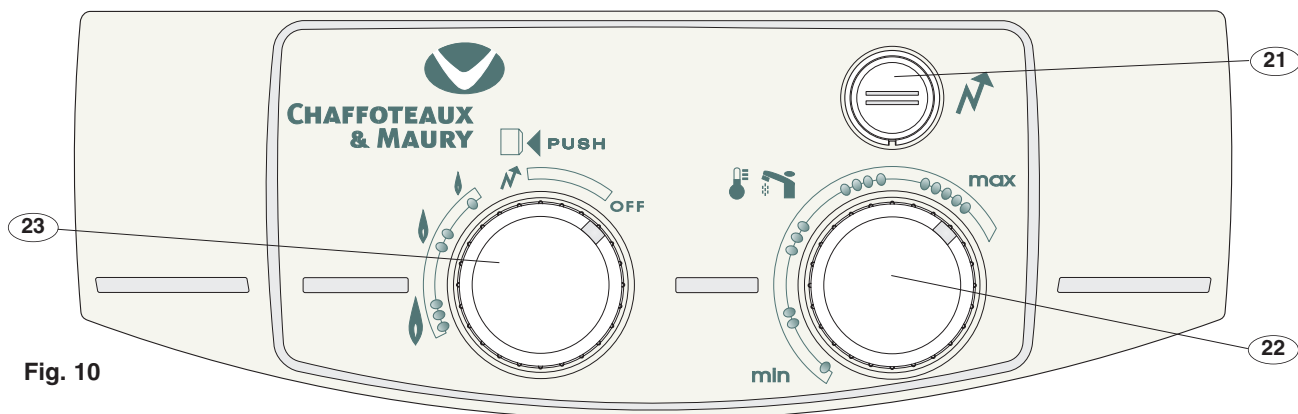

Fig. 10
- Retirer les boutons gaz **23** et sélecteur de température **22** (fig.10) en tirant vers soi
Placer le bouton gaz (23) en position "N" (fig. 10).
La veilleuse étant allumée, maintenir le bouton gaz (23) quelque seconde en position "N" pour armer la sécurité thermocouple puis amener le bouton (23) dans la plage "O" à "M" (fig. 10).